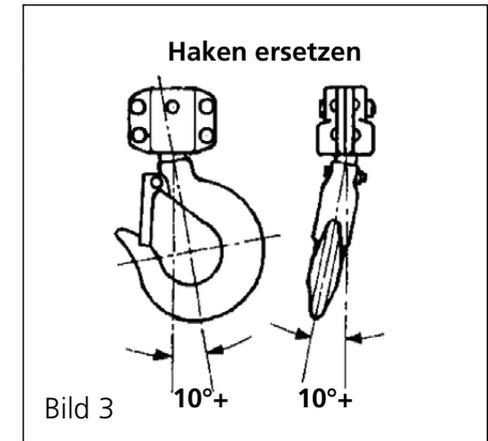

Bild 3
- Der vertikale Winkel am Hakenhals erreicht 10° (siehe Abbildung 3).